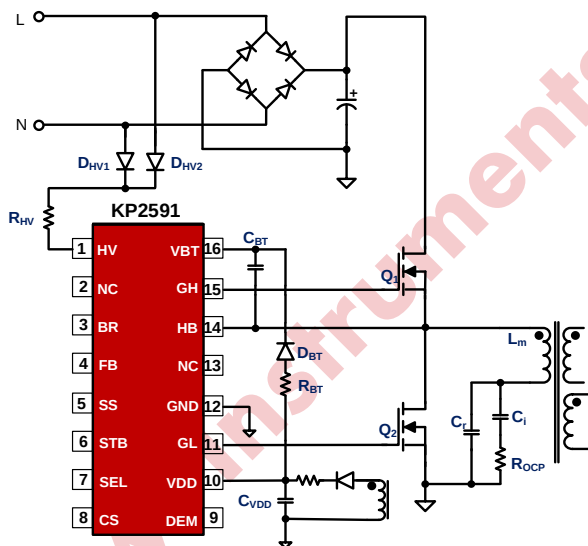

图 1 高压供电电路图
KP2591(A) 集成了高压启动模块。如图 1 所示，HV 管脚通过电阻 R_{HV} 与高压二极管 D_{HV1} 和 D_{HV2} 连接到 AC 输入线。启动时，芯片内部的高压启动模块使能，内部高压电流源给 VDD 管脚电容充电。
芯片的高压侧供电通过自举电路实现，如图 1 所示，当下管 Q_2 导通时， C_{VDD} 通过 R_{BT} 和 D_{BT} 给 C_{BT} 充电。应用中，需确保 C_{VDD} 容值远大于 C_{BT} 容值，以免自举供电时，VDD 管脚电压跌幅过大而触发 VDD 欠压保护 (VDD UVLO)。